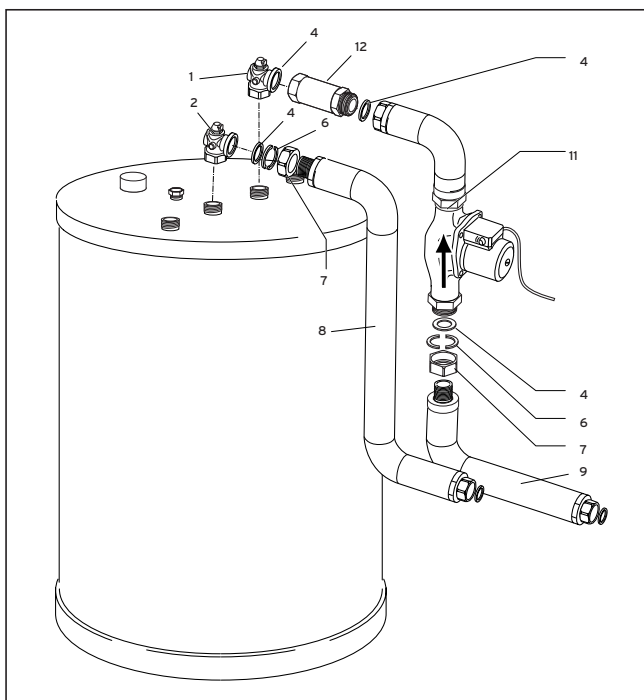

Fig. 5: Montering på beholder VIH CR 150-200, VIH CQ 150
Montering af de korrugerede rør på beholderen (Fig. 5 og 6)
- VIH R 150-200 (se Fig. 5)
- VIH CQ 150 (se Fig. 5)
- Monter alle andre forskruinger med fladpakning ifølge Fig. 5 eller 6.
Forklaring til Fig. 5 og 6: